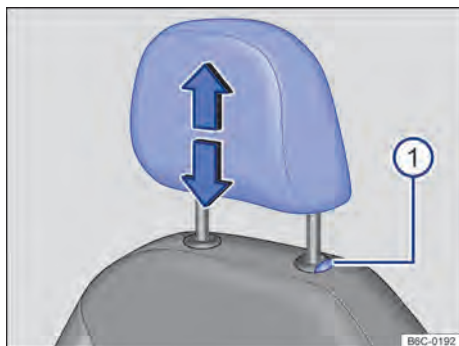
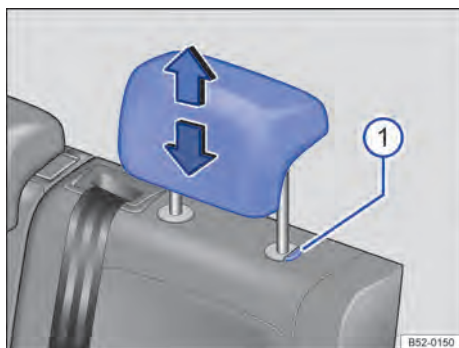

Fig. 65 Apoio para cabeça dianteiro: ajustar.
Fig. 66 Apoio para cabeça traseiros: ajustar.
- Deslocar o apoio para cabeça para cima ou para baixo na direção da seta com o botão → Fig. 65 ① ou → Fig. 66 ① pressionado → ▲ em *Introdução ao tema* na página 84.